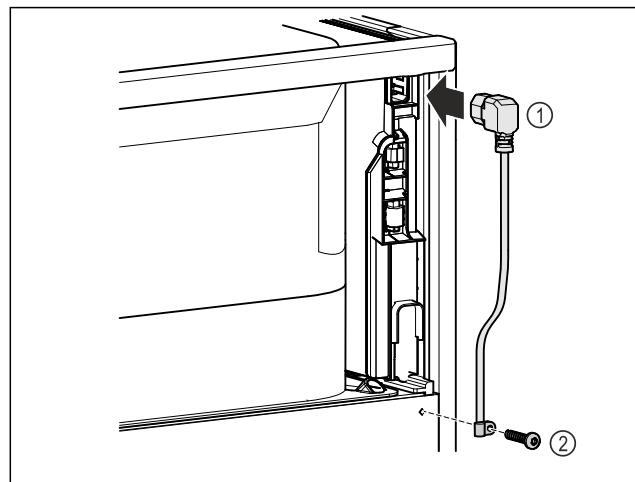

Fig. 11
- ▶ Sätt i nätkabelns apparatkontakt Fig. 11 (1) på apparatens baksida.
- ▶ Montera dragavlastning. Fig. 11 (2)